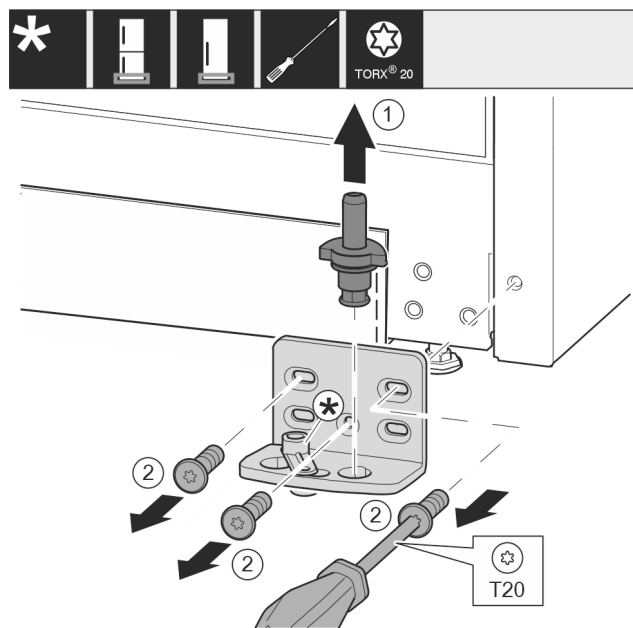

Fig. 15
- Estrarre completamente verso l'alto i perni di supporto Fig. 15 (1).
- Svitare le viti Fig. 15 (2) con un cacciavite e rimuovere il blocco di supporto.